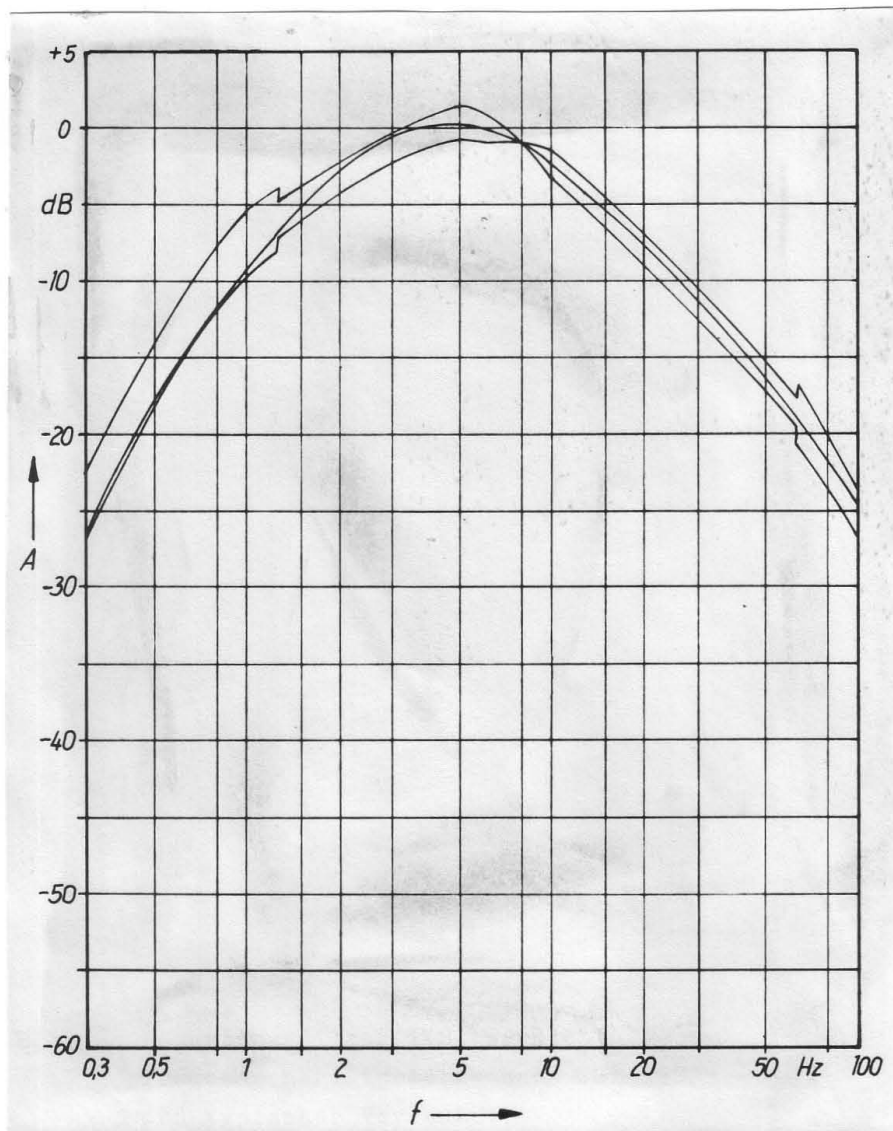

Bild 2: Bewertungsfilter GKS, z- Richtung
- Betriebsart GKS, Eingang z	siehe Bild 2